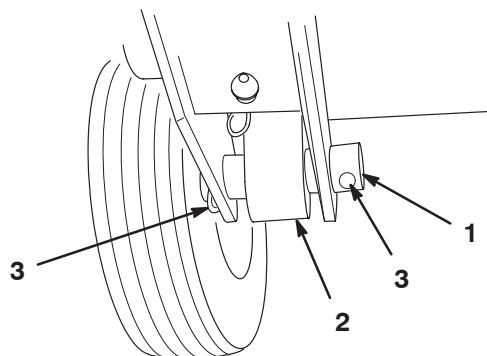

Figure 2
5. Montez l'arrière du bras de levage sur le vérin de levage avec un axe de pivot et 2 goupilles fendues (fournis avec le groupe de déplacement) (Fig. 2).